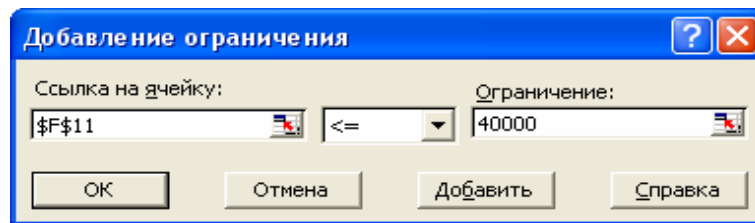

Рис. 5. Заполненное диалоговое окно Добавление ограничения
7. В поле **Ссылка на ячейку** (Cell Reference) укажите ячейку F11, а в поле **Ограничение** (Constraint) введите число 40 000. Знак отношения \leq в данном случае можно не изменять (рис. 5).